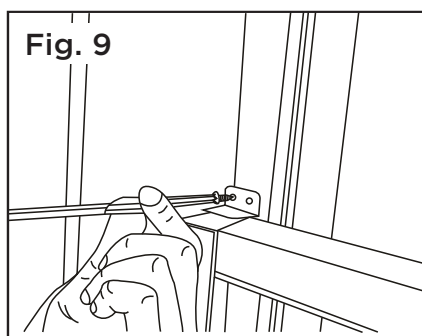

Fig. 9
C. Para instalar la baja hoja inferior en un lugar correcto, coloque bien el bloqueo de la hoja ángulo con tornillos de 3/4" (19mm) o 1/2" (12.7mm) como se muestra (Fig. 9).